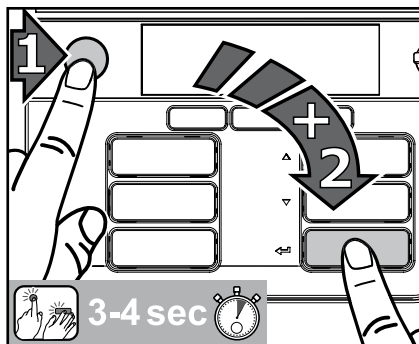

图 24
1. 先按停止键，然后按确认键 ，并将两个键同时按压3-4秒，以便进入清洁模式。（图 24）